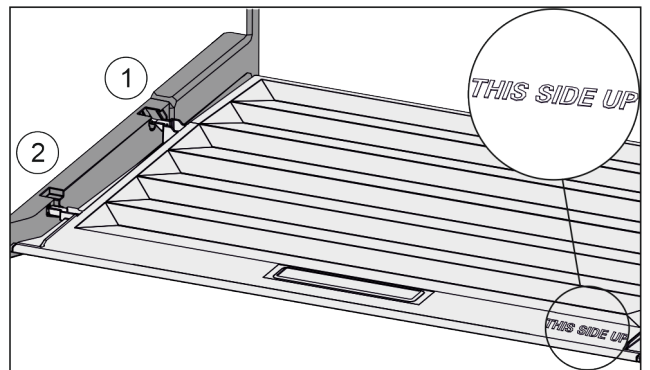

Fig. 84
- ▶ Пъхнете шийките на капака през отвора в задния държач Fig. 84 (1) и фиксирайте отпред в държача Fig. 84 (2).